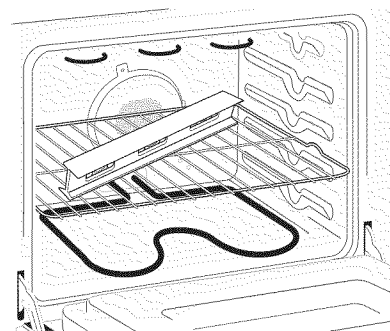

Figura 10
3. Verifique si la cocina está nivelada colocando una parrilla en el centro del horno y poniendo un nivel sobre esta (figura 10).
2. Ponga un nivel sobre la parrilla (figura 10). Tome dos lecturas con el nivel puesto diagonalmente en una dirección y después en la otra. Nivele la estufa, si es necesario, ajustando las 4 patas niveladoras con una llave de tuercas (figura 14).